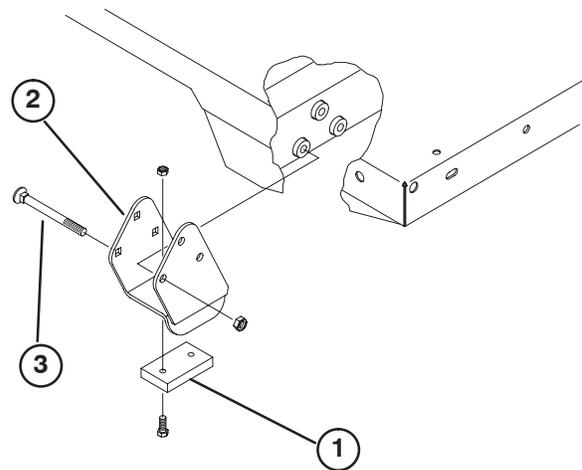

Figure 11
**Remarque :** Les entretoises et les cales d'usure (Fig. 11) doivent être en place sinon le couvercle du radiateur sera endommagé. Les têtes des vis de carrossier doivent être placées à l'intérieur de la machine.